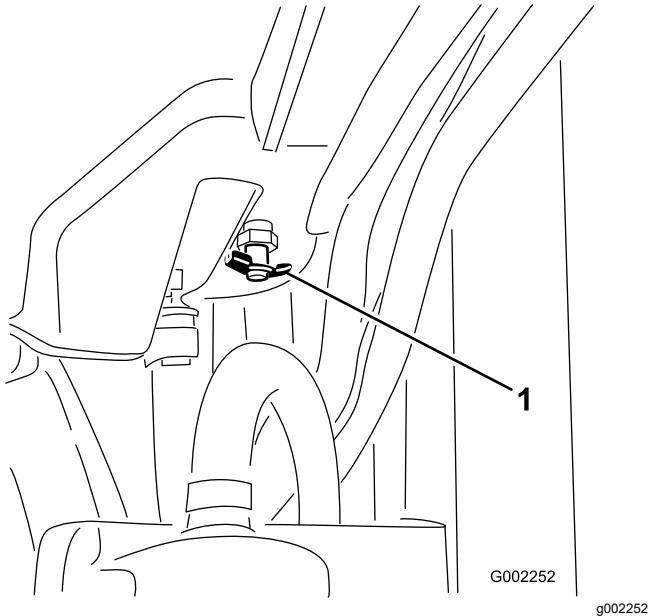

Bild 92
4. Öffnen Sie das Ablassventil und lassen Sie das Kühlmittel in die Wanne ablaufen (Bild 92).
5. Schließen Sie das Ablassventil (Bild 92).